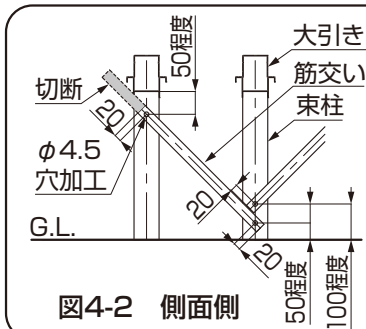

図4-2 側面側
- ①筋交いの取付位置を確認し、束柱の中心から20mm程度で切断、穴加工してください。(図4-1、図4-2参照)